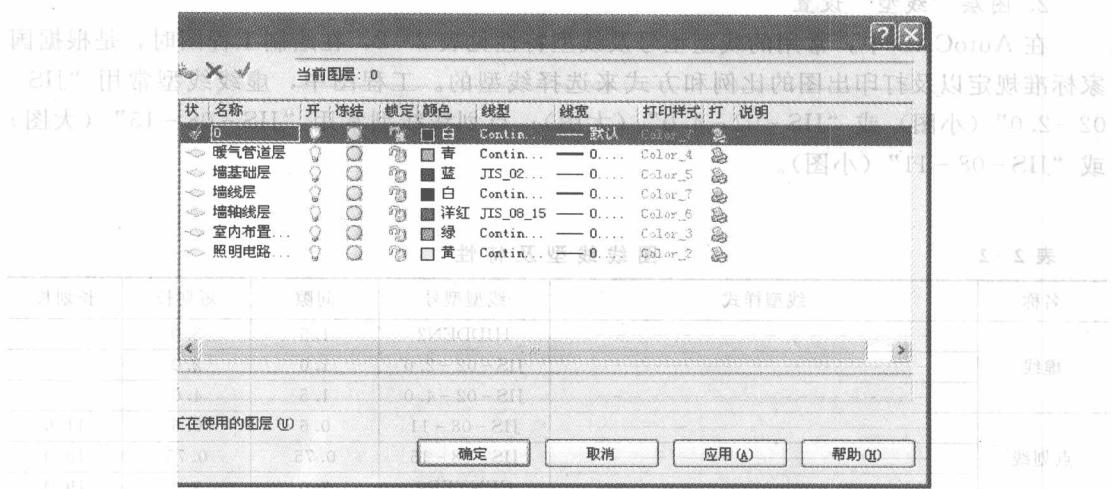

图 2-3 按图形内容设置图层
(2) 按图形内容设置图层。如果一个绘图界面上图形数量较多，内容较复杂，可以采用如图 2-3 所示的图层设置，这种图层设置适用于生产单位，有时图层数量需要设置多达几十个。